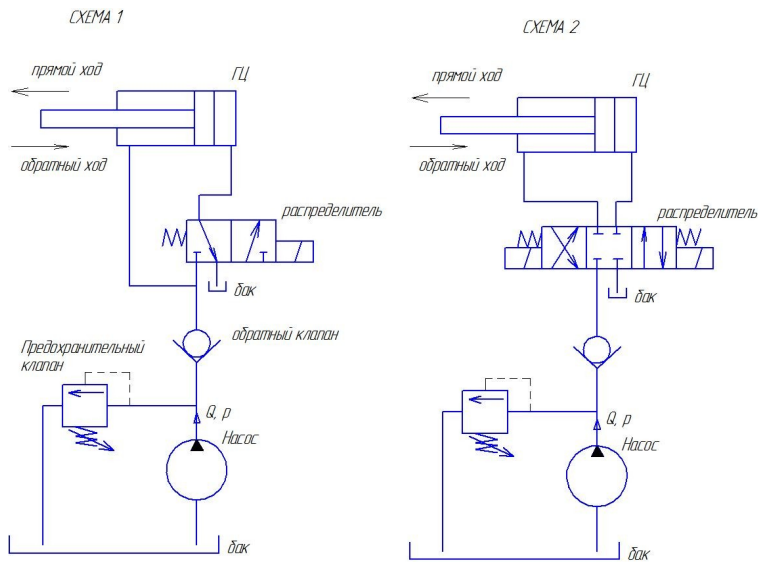

Рисунок 1 – Гидравлические схемы подключения гидроцилиндра
**Задача 2** (рис. 1). Определить скорость  $v$  равномерного скольжения прямоугольной пластины ( $a \cdot b \cdot c$ ) по наклонной плоскости под углом  $\alpha = 12^\circ$ , если между пластиной и плоскостью находится слой масла толщиной  $\delta$ . Температура масла  $30^\circ\text{C}$ , плотность материала пластины  $\rho$ .
По исходным данным для двух гидросистем, показанных на рис. 1, определить скоростные и силовые параметры гидроцилиндра. Результаты ввести в таблицу. Объяснить полученные результаты.